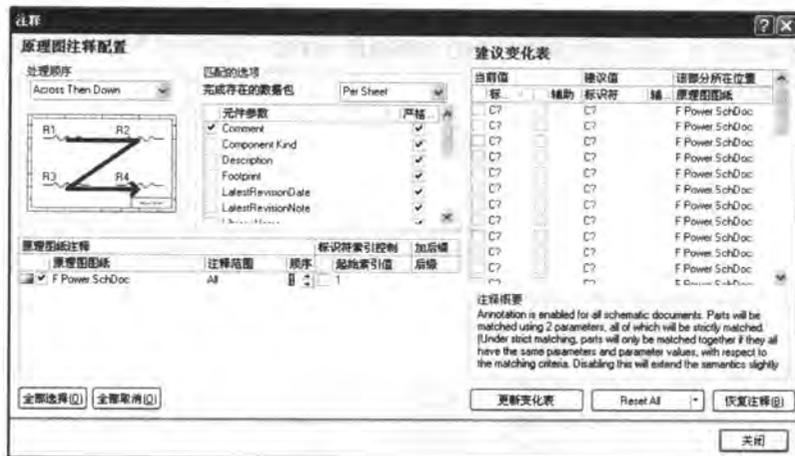

图 3-123 自动标注设置
- [3] 执行【Tools】/【注释】命令，打开【注释】对话框。设置【处理顺序】为“Down Then Across”，在【元件参数】列表中选择2项，即“Comment”与“Library Reference”，【注释范围】为“All”，【顺序】为“1”，【起始索引值】为“1”，如图3-123所示。